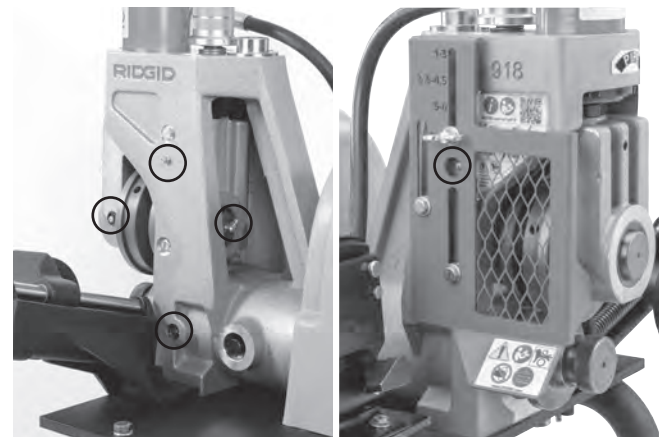

Figure 19 – Graisseurs
- Gavez les graisseurs indiqués à la Figure 19 jusqu'à la sortie d'une petite quantité de graisse.